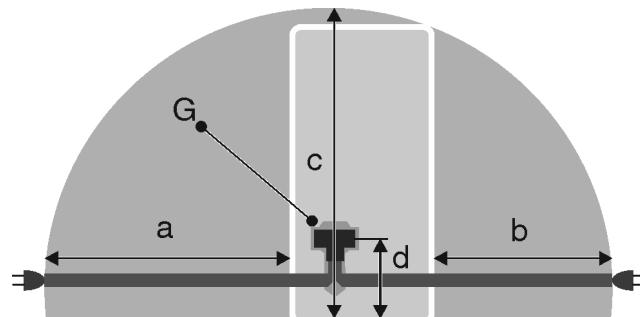

Fig. 20 *
- Розетка лежить не за пристроєм, а в зонах a або b Fig. 20 (a, b, c).
- Встановіть штекер пристрою Fig. 20 (G) на задній стороні пристрою. Слідкуйте за правильною фіксацією.